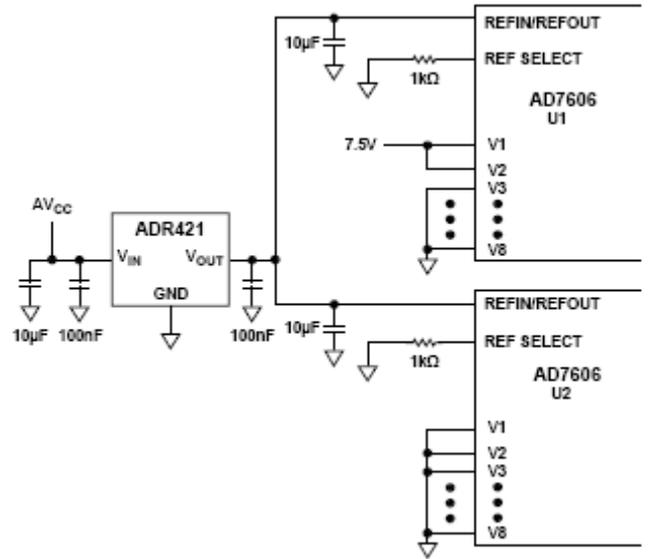
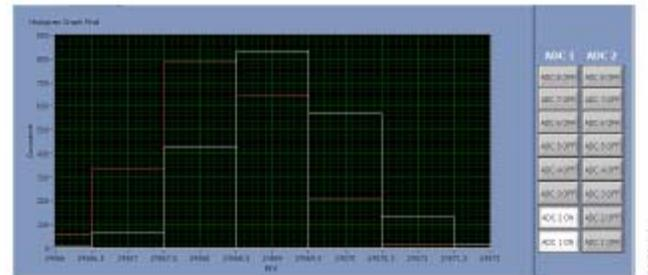

图11.用于测试一个AD7606 通道间匹配的电路示意图，使用外部基准电压源
图12. 图11 所示电路的直方图
7.5 V 直流电压施加于U1 的输入（V1 和V2），如图 11 的电路所示，并使用外部基准电压源。U1 的两个通道的码直方图如图 12所示。两个通道的码直方图平均值相差 0.9 LSB。